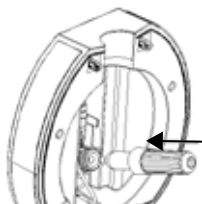

Fig.7
2. Inserire una cartuccia nuova da 16 grammi (fig.7).